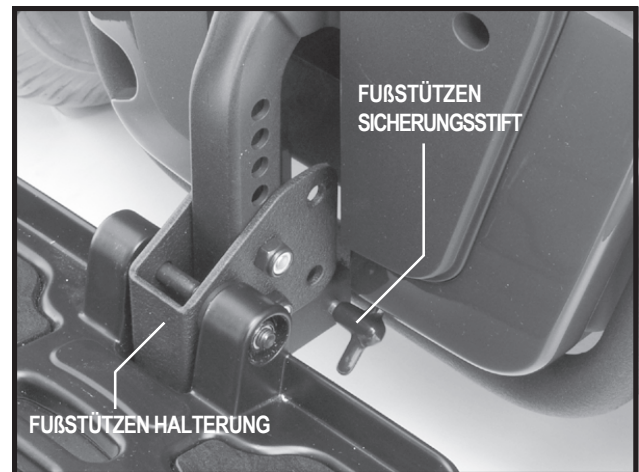

Abb. 16. Einstellung der Fußstütze
1. Entfernen Sie den Sicherungsstift aus der Halterung der Fußstütze. Siehe Abb. 16.